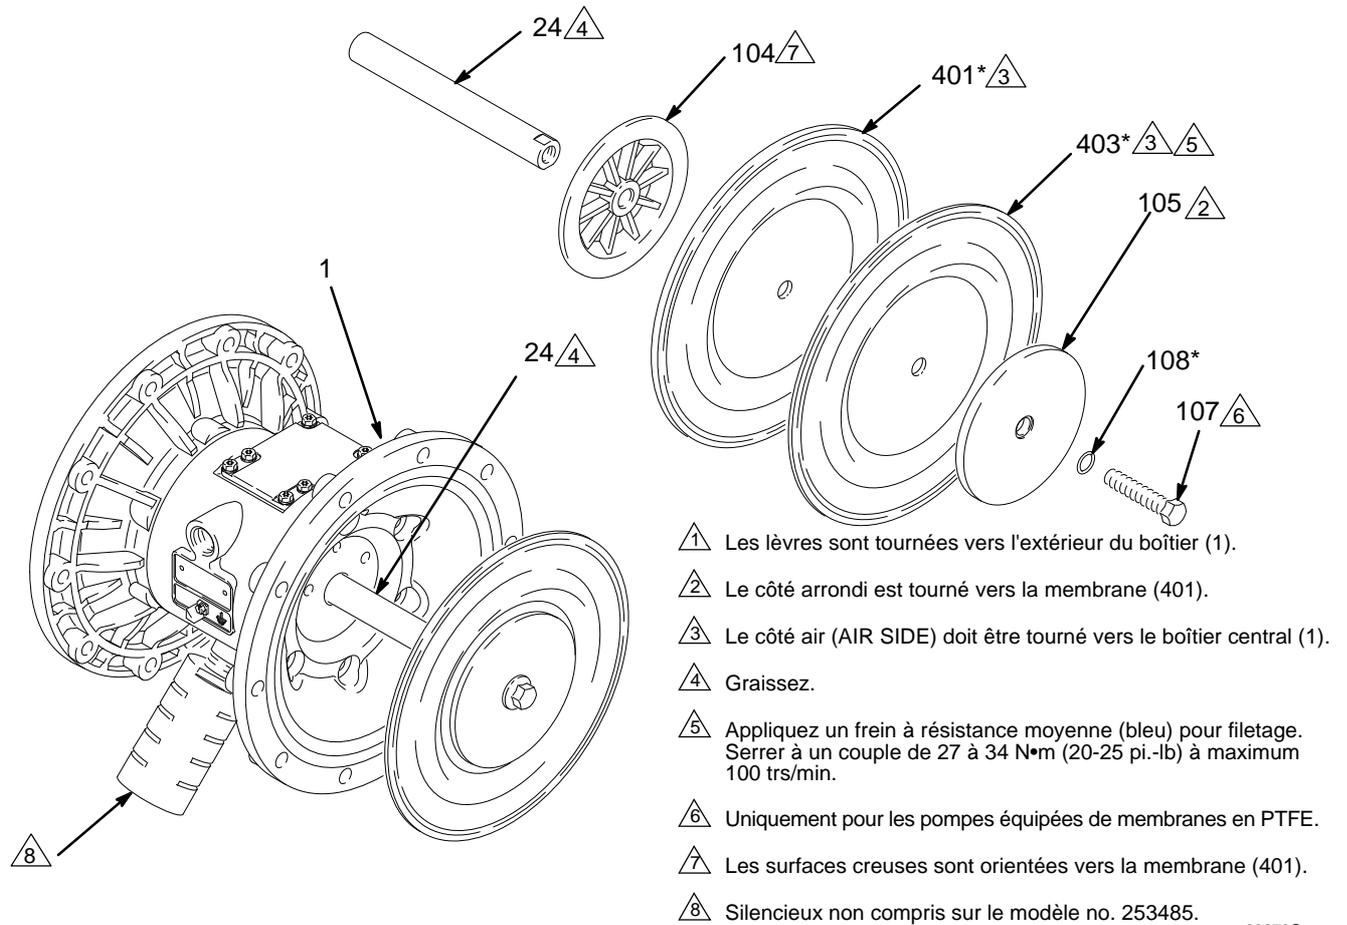
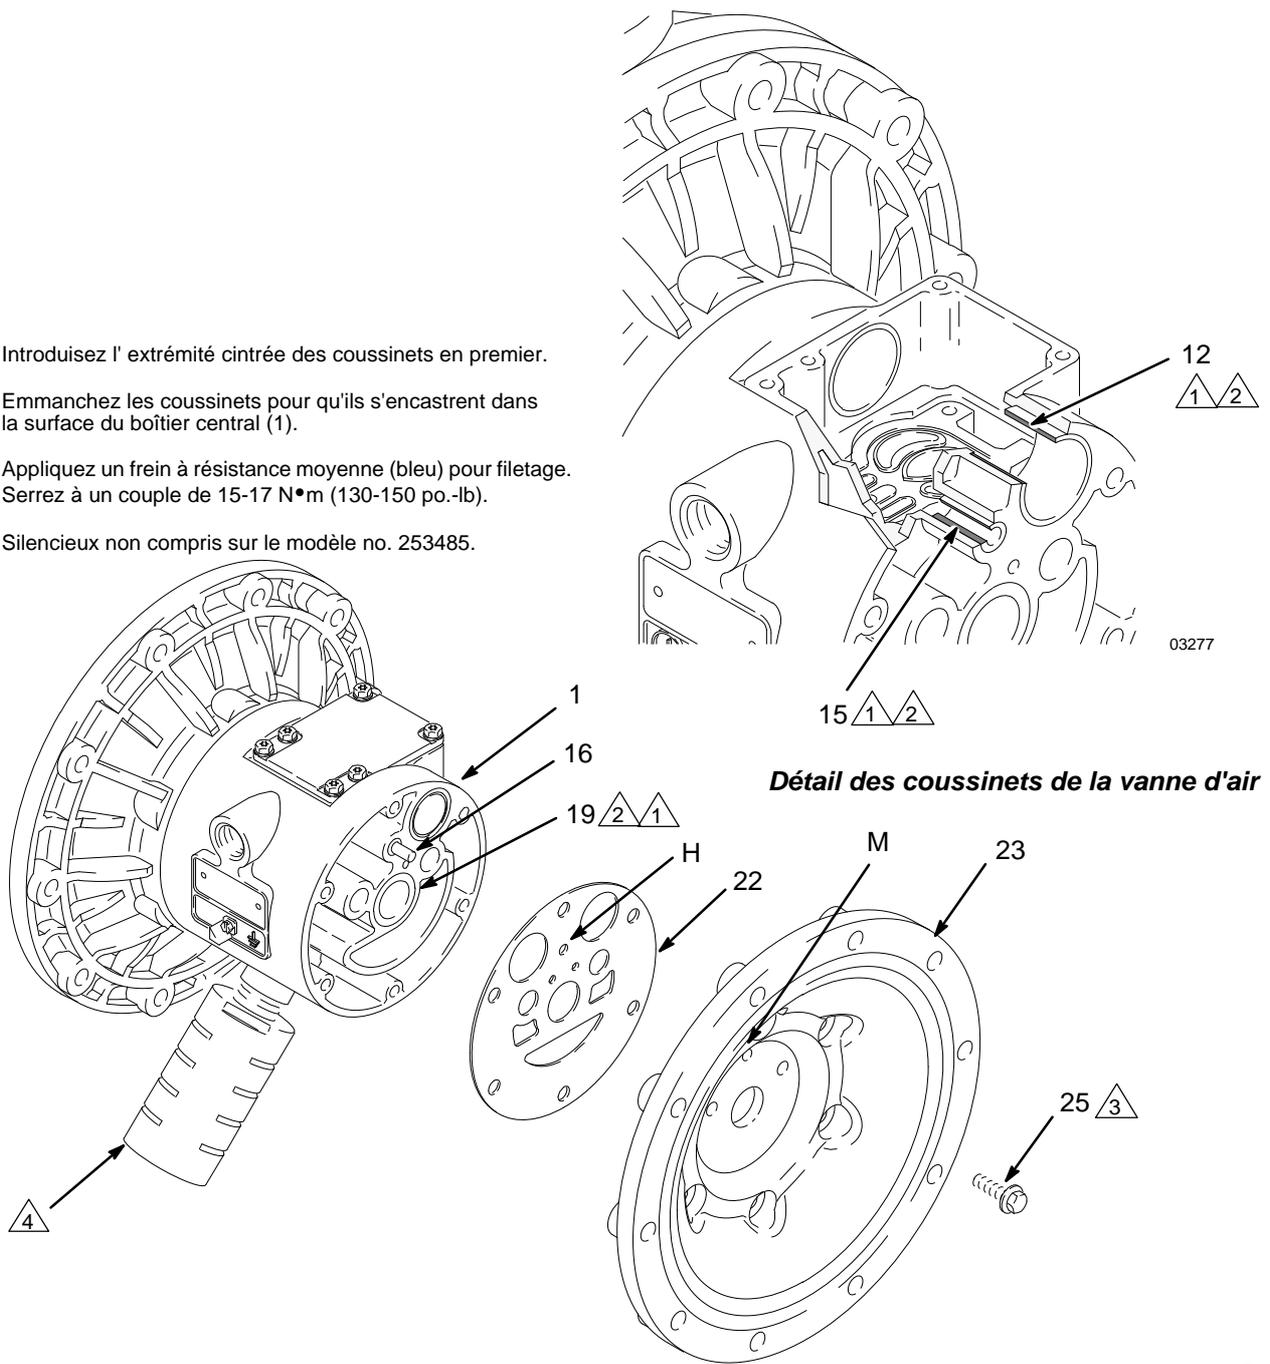

FIG. 12
FIG. 13
4. Avec une clé à douille de 15 mm pour les deux boulons (1 po. pour les modèles en acier inoxydable), desserrer les boulons (107) de l'axe de la membrane sans les déposer. **REMARQUE** : cette étape ne concerne pas les pompes avec des membranes surmoulées.
5. Dévissez un boulon de l'axe de membrane (24) et retirez le joint torique (108), la plaque de membrane côté liquide (105), la membrane en PTFE (403, utilisée seulement sur les modèles en PTFE), la membrane (401) et la plaque de membrane côté air (104). Consultez FIG. 12.
1. Placez les joints en coupelle (402*) de l'axe de sorte que les lèvres soient orientées vers **l'extérieur** du boîtier (1). Lubrifiez les joints. Consultez FIG. 12.
2. Montez l'ensemble membrane sur l'une des extrémités de l'axe (24) de la manière suivante. *Pour les pompes avec des membranes surmoulées, passer directement à l'étape g.*
a. Placez le joint torique (108*) sur le boulon (107) de l'axe.
b. Installez le plateau de la membrane (105) côté liquide sur le boulon de sorte que les surfaces arrondies soient orientées à l'intérieur, vers la membrane (401).
c. *Pour les modèles en PTFE uniquement*, installez la membrane en PTFE (403*). Assurez-vous que le côté marqué AIR SIDE (CÔTÉ AIR) est bien orienté vers le boîtier central (1).
d. Installez la membrane (401*) sur le boulon. Assurez-vous que le côté marqué AIR SIDE (CÔTÉ AIR) est bien orienté vers le boîtier central (1).
e. Placez le plateau de membrane côté air (104) de sorte que la face creuse soit tournée vers la membrane (401).
f. Appliquez un adhésif frein-filet de force moyenne (bleu) sur les filetages des boulons (107). Vissez le boulon (107) dans l'axe (24) en le serrant à la main.
g. *Pour les membranes surmoulées* : montez le plateau côté air (104) sur la membrane (403). Le côté le plus large, arrondi, du plateau doit être orienté vers la membrane. Enduire les filetages de l'ensemble de membrane de frein-filet à résistance moyenne (bleu). Vissez l'ensemble dans l'axe (24) en le serrant à la main.
3. Graissez l'axe de membrane (24) sur la longueur et aux extrémités, puis glissez-le à travers le boîtier (1).
5. Retirez les vis (25) maintenant les capots à air (23) sur le boîtier central (1) à l'aide d'une clé à douilles de 10 mm. Consultez FIG. 13.
6. Retirez les joints (22) des capots à air. Remplacez toujours les joints par des éléments neufs.
7. Utilisez un extracteur de coussinet pour retirer les coussinets (19) de l'axe de membrane, les coussinets (12) de la vanne d'air ou les coussinets (15) de l'axe de commande. n'enlevez pas les coussinets intacts.
8. Si les coussinets (19) de l'axe de membrane ont été retirés, introduisez une pointe pour joint torique dans le boîtier principal (1), accrochez les joints en
coupelle (402) puis sortez-les du boîtier. Vérifiez les joints. Consultez FIG. 12.
1. S'ils ont été retirés, placez les joints en coupelle (402*) de l'axe de sorte que les lèvres soient tournées vers **l'extérieur** du boîtier (1).
2. Les coussinets (12, 15 et 19) sont cintrés et ne peuvent être installés que dans un sens. Insérez les coussinets dans le boîtier central (1), **extrémité cintrée en premier**. Emmanchez le coussinet de sorte qu'il soit encastré dans la surface du boîtier central en utilisant une presse ou un bloc et un maillet en caoutchouc.
4. Placez le nouveau joint (22) de capot à air de sorte que l'axe de commande (16) dépassant du boîtier central (1) s'insère exactement dans l'orifice (H) adéquat du joint.
5. Alignez le couvercle à air (23) de sorte que l'axe de commande (16) entre dans l'orifice intermédiaire (M) parmi les trois petits orifices proches du centre du couvercle. Appliquez de l'apprêt et du frein-filet à résistance moyenne (bleu) sur le filetage de la vis (25) et serrez les vis à la main. Consultez FIG. 13. Serrez les vis à l'opposé et de manière uniforme à un couple de 15-17 N•m (130-150 po.-lb) à l'aide d'une clé à douille de 10 mm.